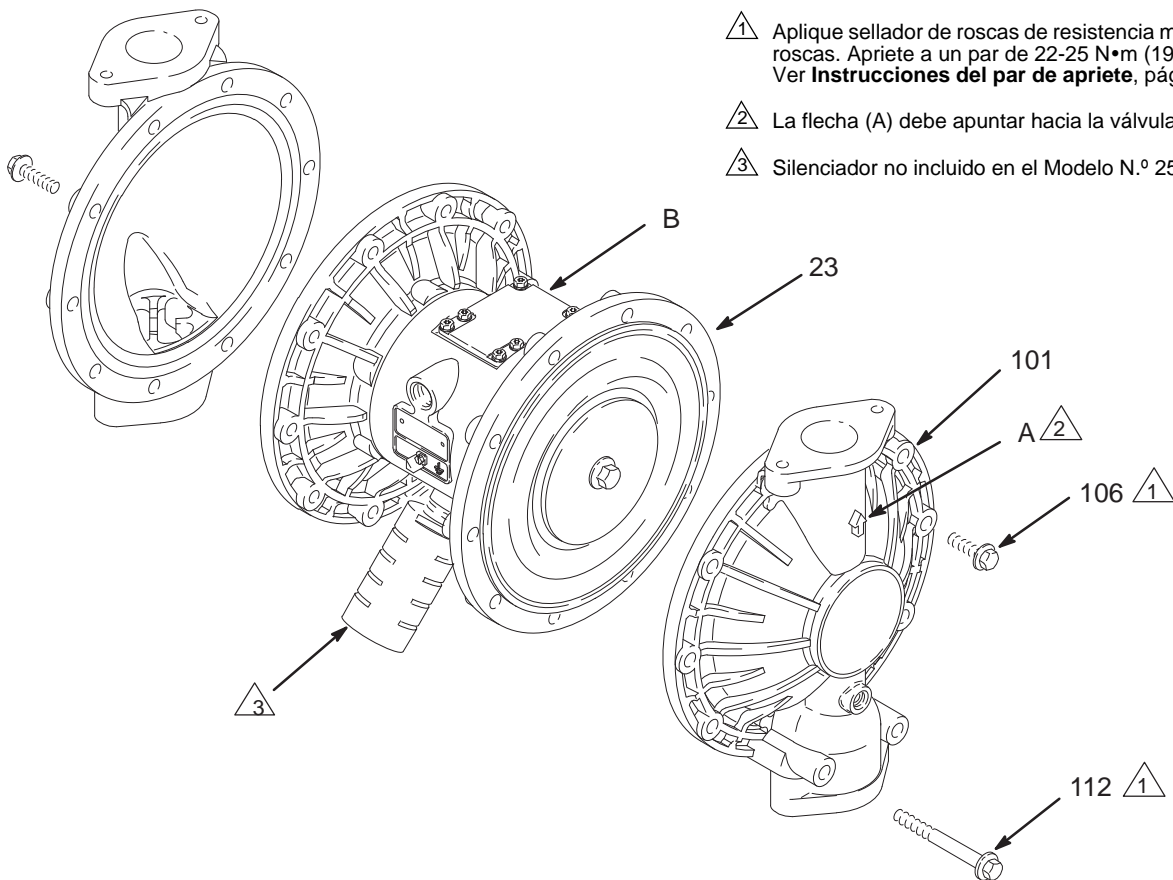

FIG. 11
3. Utilizando llaves de tubo de 13 mm, extraiga los tornillos (106 y 112) que sujetan las tapas del fluido (101) a las cubiertas de aire (23). Extraiga las cubiertas de fluido (101) de la bomba. Consulte FIG. 11.
- a. Instale la junta tórica (108*) en el perno del eje (107).
- b. Instale la placa del lado del fluido del diafragma (105) en el perno de forma que la cara redondeada quede orientada hacia dentro, hacia el diafragma (401).
- c. *En modelos de PTFE únicamente,* instale el diafragma de PTFE (403*). Cerciórese de que la cara marcada AIR SIDE (lado de aire) quede orientada hacia la carcasa central (1).
- d. Instale el diafragma (401*) en el perno. Cerciórese de que la cara marcada AIR SIDE (lado de aire) quede orientada hacia la carcasa central (1).
- e. Instale la placa del lado de aire del diafragma (104) de forma que la cara empotrada quede orientada hacia el diafragma (401).
- f. Aplique sellador de roscas de resistencia media (azul) en las roscas de los pernos (107). Enrosque a mano el perno (107) en el eje (24).
- g. *Para diafragmas prefabricados:* Monte la placa de aire lateral (104) en el diafragma (403). El lado ancho, redondeado de la placa debe mirar hacia el diafragma. Aplique fijador de roscas de resistencia media (azul) en las roscas del conjunto de diafragma. Atornille el conjunto en el eje (24) apretado con la mano.
3. Engrase el eje del diafragma (24) en toda su longitud y en los extremos y deslícelo a través de la carcasa (1).
5. Sujete un perno del eje (107) con una llave y ajuste el otro perno a un par de 27-34 N•m (20-25 ft-lb) a 100 rpm como máximo. *NOTA: Este paso no se aplica para bombas con diafragmas prefabricados.*
6. Alinee las cubiertas de fluido (101) y la carcasa central (1) de forma que las flechas (A) de las cubiertas queden orientadas en el mismo sentido que la válvula de aire (B). Aplique fijador de roscas de resistencia media (azul) a las roscas de los tornillos (106) y (112), y asegure las tapas con los tornillos apretados a mano. Monte los tornillos más largos (112) en los orificios inferiores de las tapas. Consulte la Fig. 11. Con una llave de tubo de 13 mm, apriete los tornillos en forma contrapuesta y uniforme a 22-25 N•m (190-220 pulg.-lb). Ver **Instrucciones del par de apriete**, página 31.